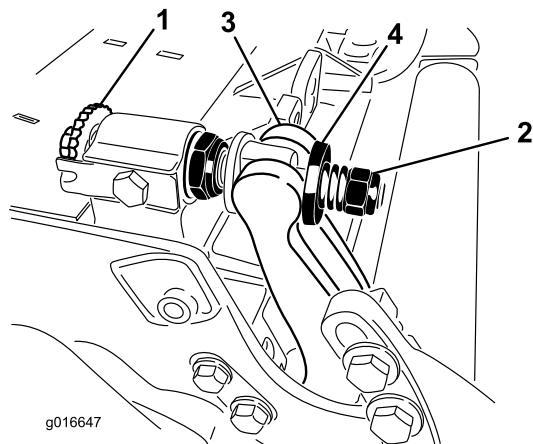

図 23
1. ベッドバー調整ねじを左に回して下刃とリールの接触を完全になくす 図 23。
2. スプリングテンションナットをゆるめて、ワッシャがベッドバーを全く押さないようにする 図 23。